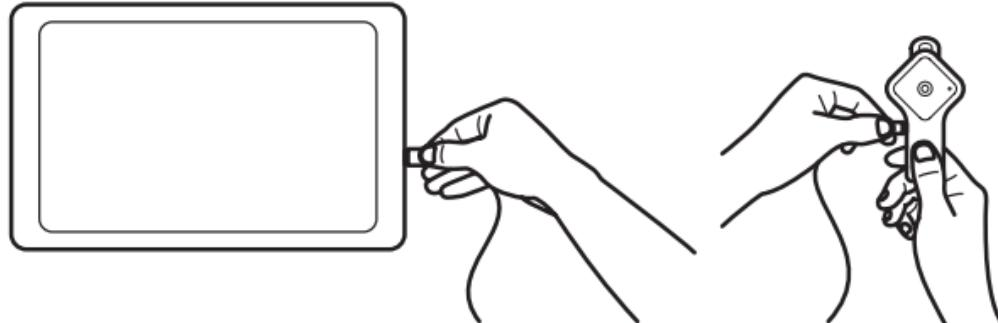

Рис. 2
8.4.1. Подключите прибор к вашему мобильному устройству при помощи кабеля microUSB-microUSB. Для этого вставьте microUSB-разъем кабеля в microUSB-порт мобильного устройства, microUSB-разъем кабеля вставьте в microUSB-порт прибора (рис.2). На приборе начнет мигать зеленый сигнальный светодиод.